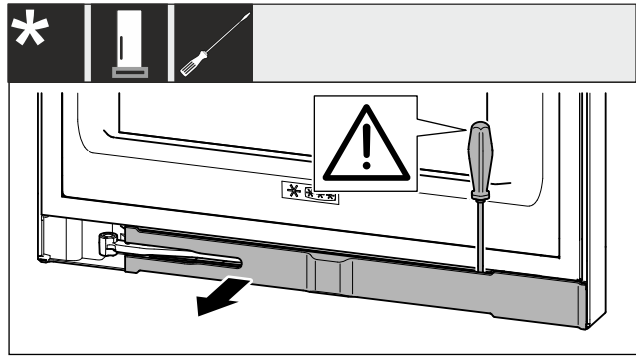

Fig. 3
- ▶ Ravnim odvijačem otkopčajte masku i zakrenite je u stranu Fig. 3 ()